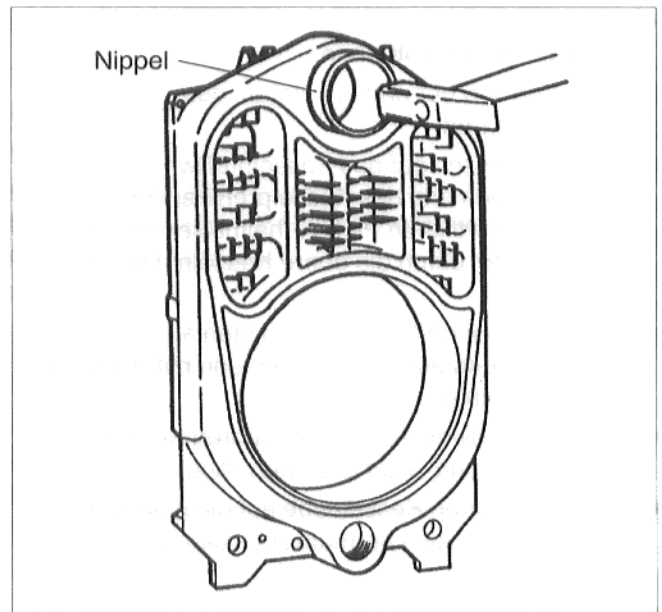

Abb. 7
- Nippel gerade und axial in die Naben des hinteren Teilblockes einsetzen (Abb. 7).
- Nippel mit leichten Hammerschlägen ein Stück in die Naben eintreiben (Abb. 7).